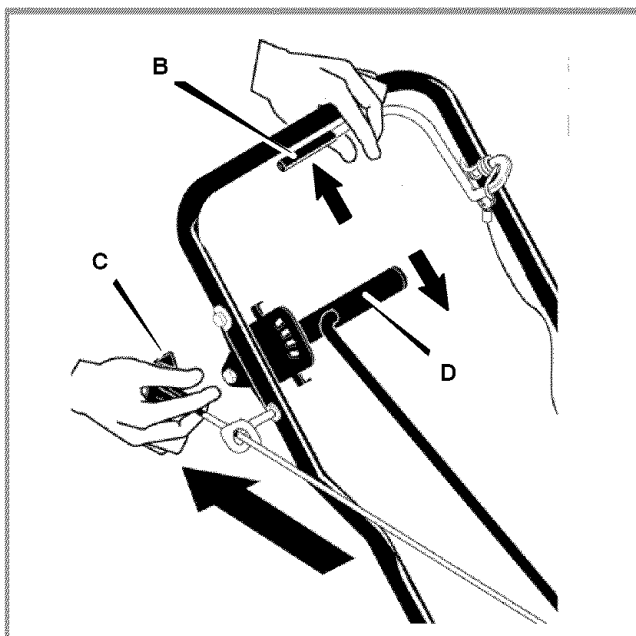

Figura 8: Controles de funcionamiento
- 1 Antes de arrancar el motor, asegúrese de levantar la cuchilla. Para levantar la cuchilla, mueva la palanca de control de profundidad (D) hacia adelante hasta que la cuchilla no toque el suelo. Ver Figura 8.